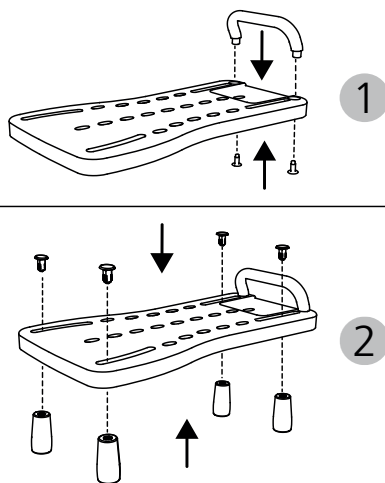

fig. 2
- Montez la poignée de maintien de sorte que, sur la face supérieure de la planche, elle soit orientée vers la planche. Le filetage plastique des quatre patins est emboîté par le bas. Vissez fermement la poignée de maintien au moyen des deux filetages (fig. 2, 1).
- Pour poser les patins de fixation, emboîtez par le haut à chaque coin un filetage plastique dans la fente de coulissement correspondante. Placez les patins de fixation par le bas sur le filetage et vissez-les fermement (fig. 2, 2).